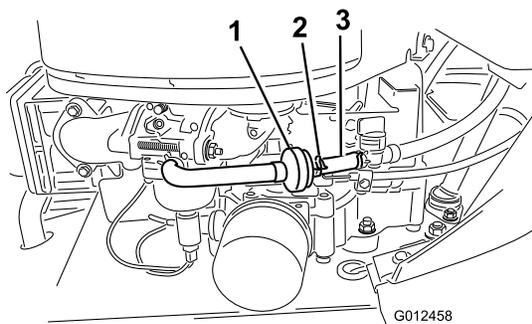

Figura 28
7. Afloje la abrazadera cerca del filtro de combustible y deslícela por el tubo, alejándola del filtro de combustible (Figura 28).
8. Retire el tubo de combustible del filtro (**Figura 28**).
11. Acerque la abrazadera al filtro de combustible para fijar el tubo de combustible (**Figura 28**).
El mejor momento para cambiar el filtro de combustible (**Figura 28**) es cuando el depósito de combustible está vacío. No instale nunca un filtro sucio después de desmontarlo del tubo de combustible.